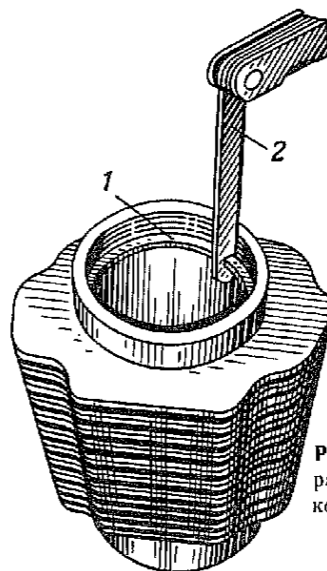

Рис. 12. Замер теплового зазора в стыке замка поршневого кольца, установленного в цилиндр:
2.8.1. Установить поршневые кольца в цилиндр на глубину 8—10 мм и проверить тепловой зазор (рис. 12), который должен соответствовать нормативным зазорам, указанным в табл. 5 (штангенциркуль ШЦ-I-125-0,1, набор щупов № 2).